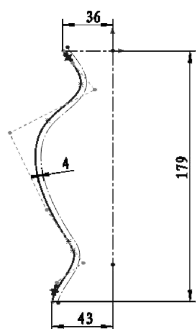

图 4-113 绘制草图 1
- 02 在前视基准面中绘制草图 1，如图 4-113 所示。